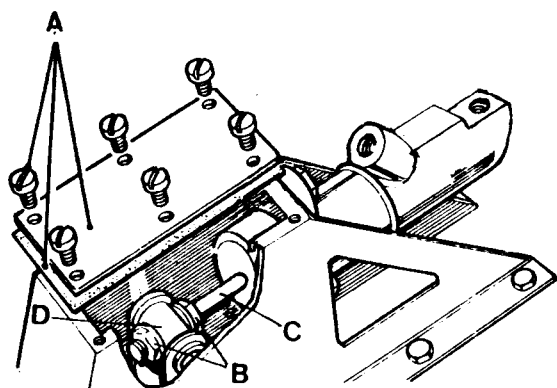

Fig. B-16 Tapa y cilindro principal del embrague
- 1.2. Después de quitar la tapa (Fig. B-16), sujeta por los correspondientes tornillos, se separará la junta y los elementos de fijación de la varilla de empuje, introduciendo luego ésta en el cilindro hasta que su extremo deje libre el pasador al que se articular en el extremo de la palanca del pedal.